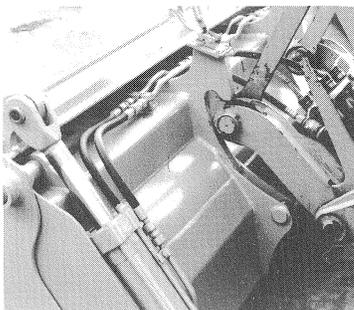

fig. 21
- (1) Déplacer le bras dans la position la plus basse et déverser le système d'attelage rapide (fig. 21).
Monter les pelles standard selon les indications des fig. 21, 22 et 23.